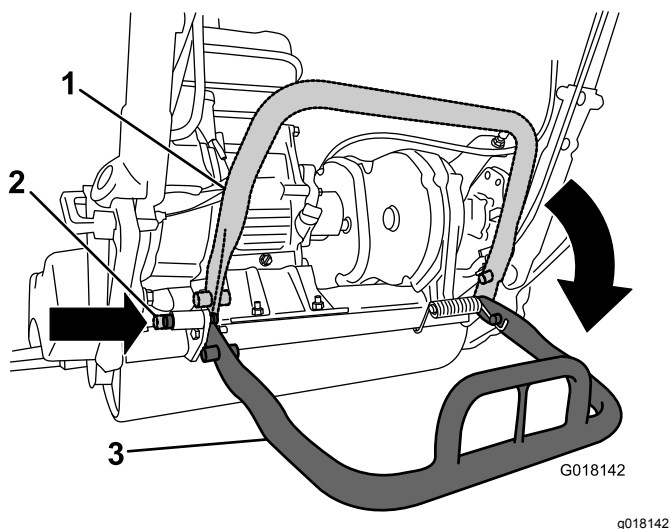

図 23
- リールを外している間にユニットが後ろに倒れないように、キックスタンドを下げて、ロックピンを差し込んでキックスタンドを整備位置にロックします図 23。